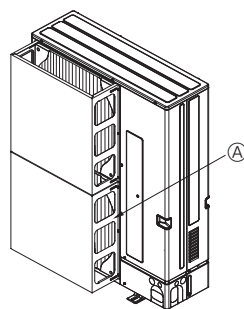

Fig. 2-4
- ② Montér en ekstra luftledeskærm på steder, hvor kraftig vind kan blæse direkte ind i luftudgangen (Fig. 2-4).